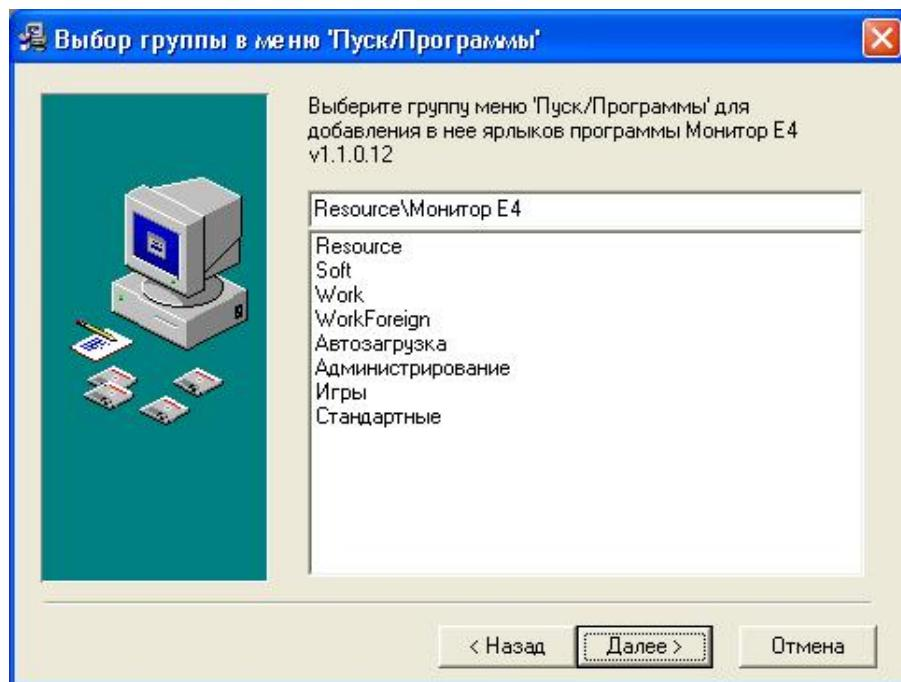

Рисунок 3.4 – Диалог «Выбор группы в меню «Пуск/Программы»
3.3.3 На следующем этапе установки пользователю предлагается уточнить имя группы для размещения ярлыков программы в меню «Пуск/Программы» (рисунок 3.4).